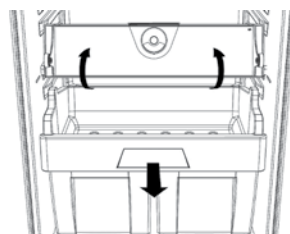

Abb. 1
1. Das Fleisch- und Fischfach herausziehen (Abbildung 1).